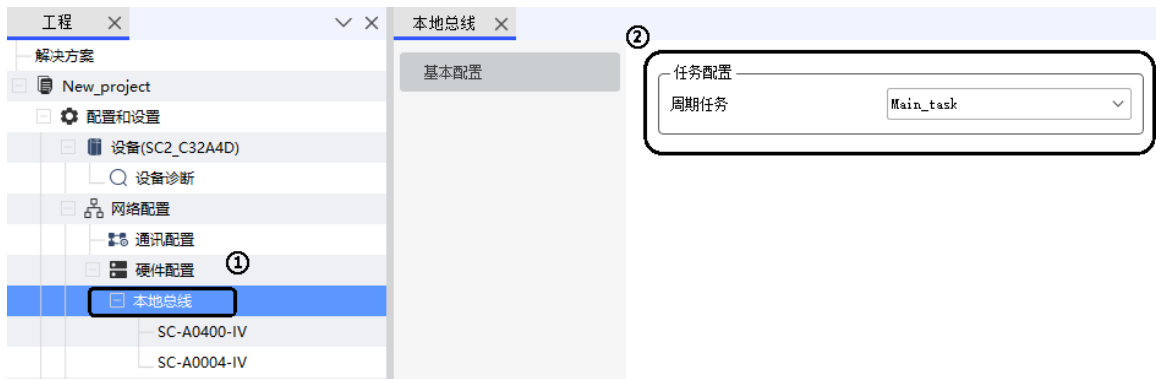

图 6.11 本地总线循环任务
2) 设置本地总线循环任务，在设备树中，鼠标左键双击“本地总线”进入 PLC 本地总线配置界面，选择本地总线循环任务，如图 6.11 所示